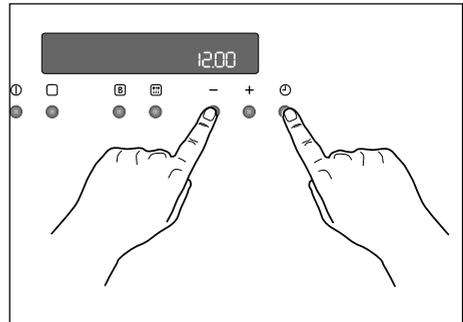

Рис. 15
2. Одновременно нажмите кнопки  и “—”. Прозвучит кратковременный звуковой сигнал, а на дисплее появится время 12:00 (Рис. 15).